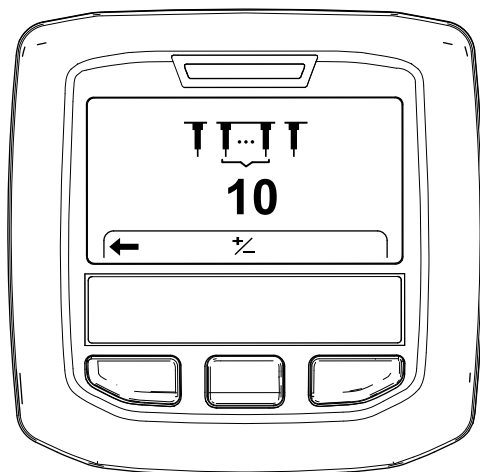

Figure 50
6. Appuyez sur le bouton droit de l'InfoCenter pour afficher l'écran Setting the Tine Quantity (réglage du nombre de louchets) (Figure 50).